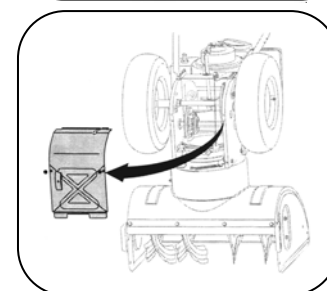

Рис. 18
2. Осторожно поверните снегоборщик вверх и вперед, чтобы он опирался на корпус шнека. Снимите крышку рамы с нижней стороны снегоборщика, удалив четыре самореза, которые крепят ее. См. рис. 18